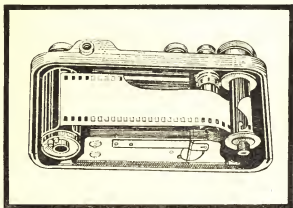

Рис. 10.
При этом одновременно приемную катушку оденьте на втулку, установив пленку так, чтобы зубья ведущего барабана входили в перфорации пленки (см. рис. 10), для чего, удерживая заводную головку затвора (2), поверните